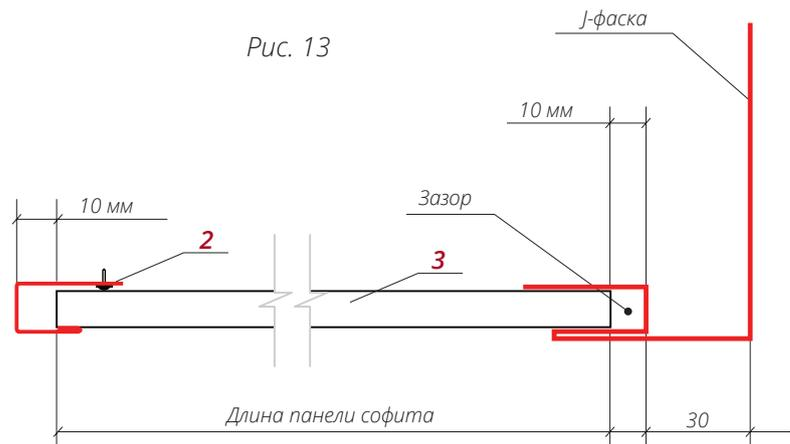

Рис. 13
Внимание! Замок на краю панелей может быть слегка зажат, что помешает следующей панели войти в паз замка. Рекомендуется слегка отогнуть замок до штатного положения отверткой или другим инструментом (рис. 13а).
Рис. 13а
- Заведите подготовленную панель **3** до упора в паз J-профиля **2**, второй край вставьте в паз J-фаски **1**. Сдвиньте панель на середину пазов и закрепите саморезами (рис. 13).